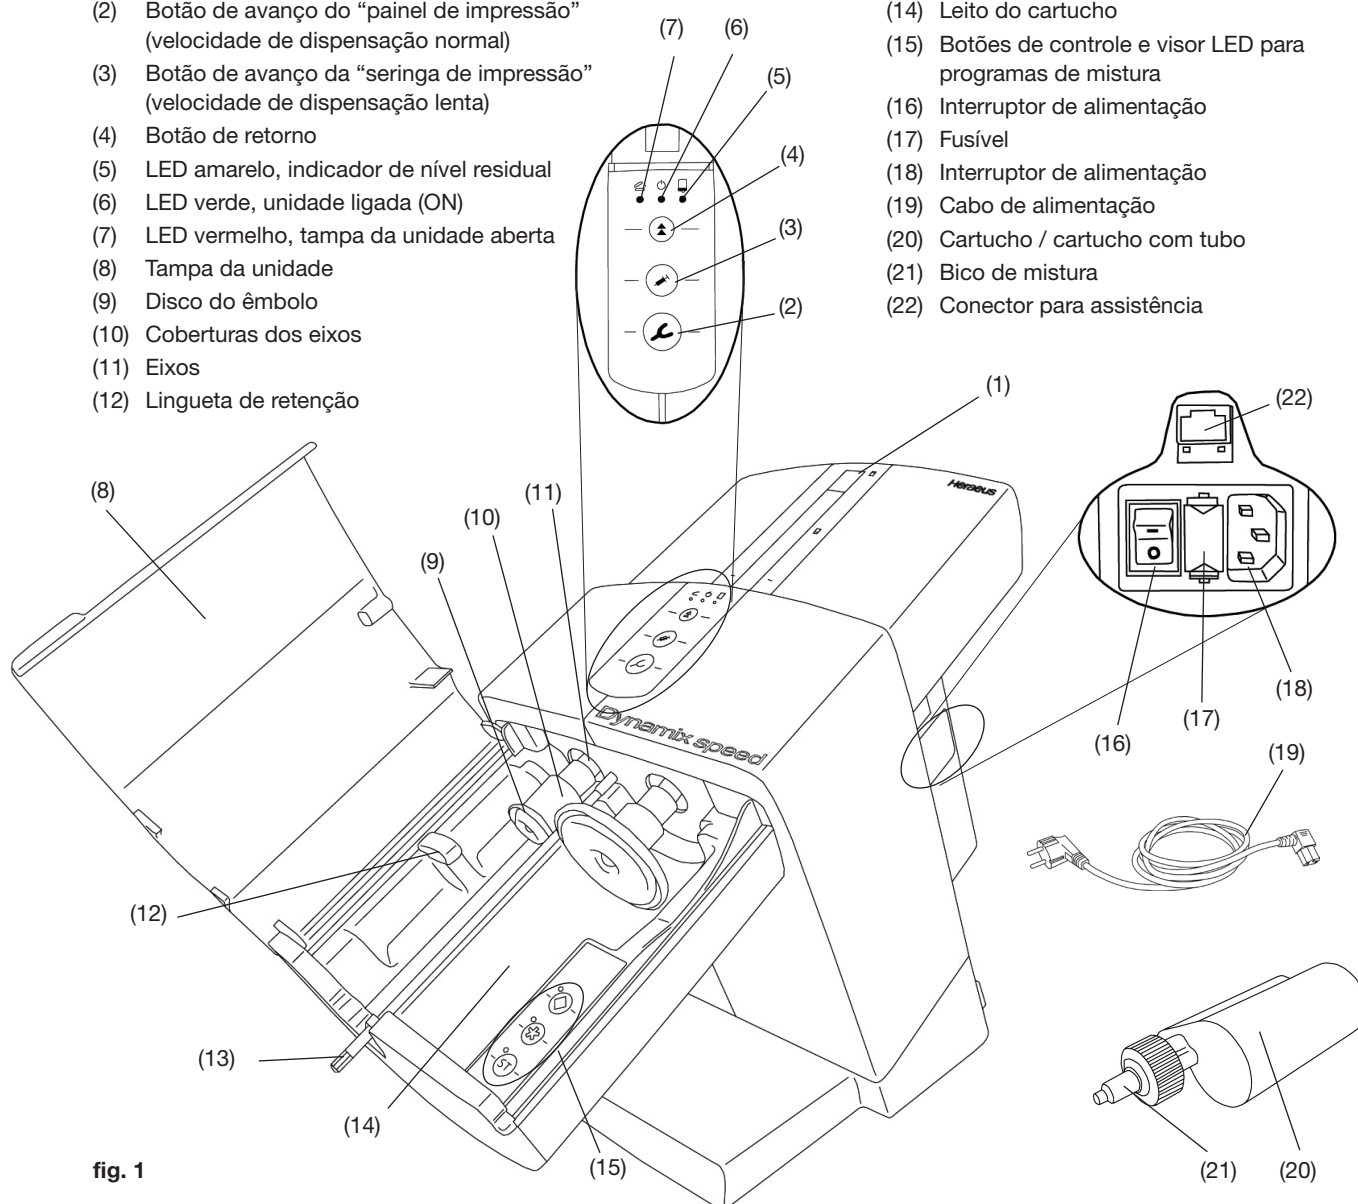
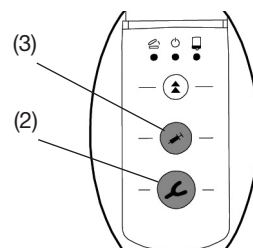

fig. 1
fig. 8
- Ligue o cabo de alimentação fornecido (19, fig. 1) à entrada de alimentação (18).
- Ligue a unidade usando o interruptor de alimentação (16).
- Pressione o botão de retorno (4).
- Os êmbolos (9, fig. 1) recuam e permanecem na posição inicial.
- Abra a tampa da unidade (8, fig. 1).
- Remova o dispositivo de retenção de transporte (23).
Só é possível instalar ou substituir um cartucho se ambos os êmbolos (9, fig.1) se encontrarem na posição inicial.
- Feche a tampa da unidade (8, fig. 1).
- Coloque o cartucho (20) na unidade. Certifique-se de que o cartucho encaixa corretamente sob a lingueta de retenção (12).
- Selecione o programa de mistura (15), consulte também a secção 5.1.1. As informações sobre o programa de mistura encontram-se no cartucho na forma de um "asterisco" * ou "diamante" ◆.
A tampa só fechará se o cartucho estiver adequadamente instalado. O LED vermelho, indicador de "tampa da unidade aberta" (7, fig. 1) permanecerá iluminado até que a tampa da unidade seja fechada corretamente.
- Se o operador pressionar um dos botões de alimentação (painel de impressão (2, fig. 8) ou dispensador (3, fig. 8)) sem selecionar um programa de mistura, o programa "ST" será ativado automaticamente. O LED ao lado do botão "ST" acende.
- Pressione e mantenha pressionado o botão de avanço (2) ou (3) (dependendo da velocidade ou função desejada):
- Painel de impressão (2), velocidade de dispensação normal com programa de mistura ativado
- Seringa de impressão (3), velocidade de dispensação lenta.
- O eixo da misturadora é ativado de modo a permitir que a extremidade hexagonal (13, fig 1) se encaixe na ponta misturadora.